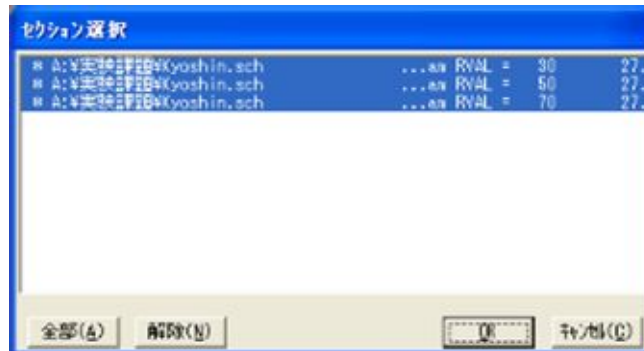
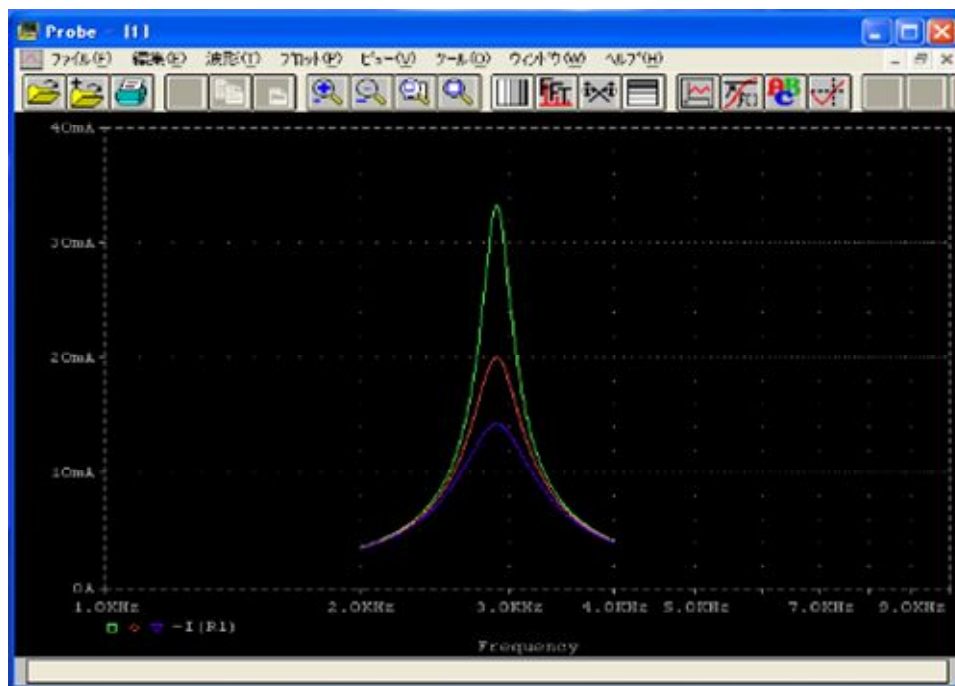

図2.7
図2.8
- (4) シミュレーションが終わると、Probe(プローブ)が自動的に起動します。Probe(プローブ)が起動すると図2.7のようなダイアログボックスが表示されるので、**全部(A)**をクリックした後、**OK**をクリックすると直列共振回路の特性がグラフ表示されます。(図2.8)